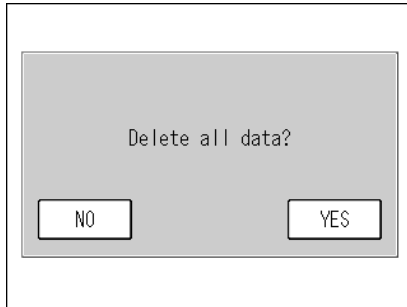

Fig. 61 **Meldung Daten werden gelöscht**
- [DELETE]: Zeigt das Meldfenster Daten werden gelöscht an (Fig. 61 auf Seite 48).